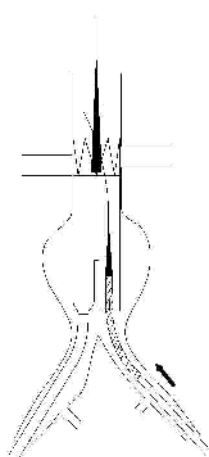

Рис. 10. Введение стент-графта с манжетой Cuff с системой доставки
- Вставить стент-графт с манжетой Cuff с системой доставки по проводнику в короткую ветвь стент-графта AAA. Совместить рентгеноконтрастный маркер на стенте с манжетой Cuff с рентгеноконтрастным маркером на короткой ветви стент-графта AAA так, чтобы между ними находились как минимум две перекрывающиеся волны. Убедиться, что высота рентгеноконтрастного О-образного маркера на стенте с манжетой Cuff практически равна высоте е-образного маркера на короткой ветви стент-графта AAA (Рис. 10).